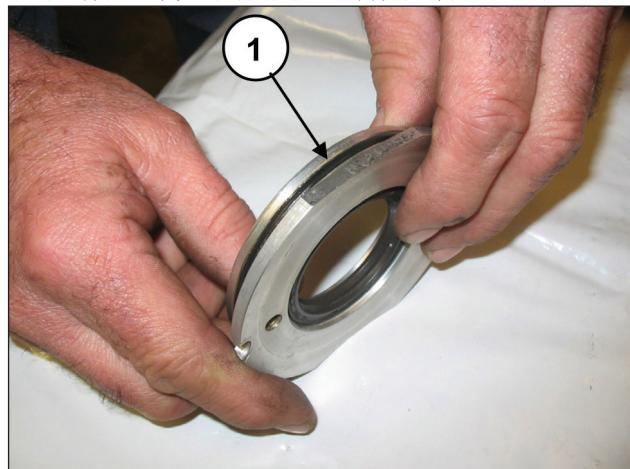
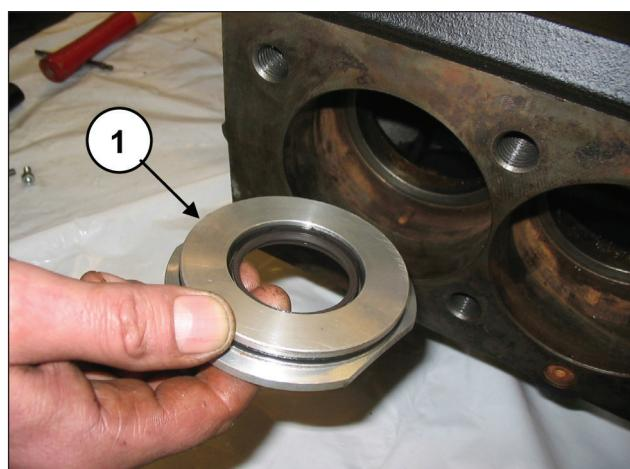

图140
图141
将O形圈（部件号①, 图140）定位在油封盖底座中，将已安装的组件插入泵壳的专用底座（部件号①, 图141）中。